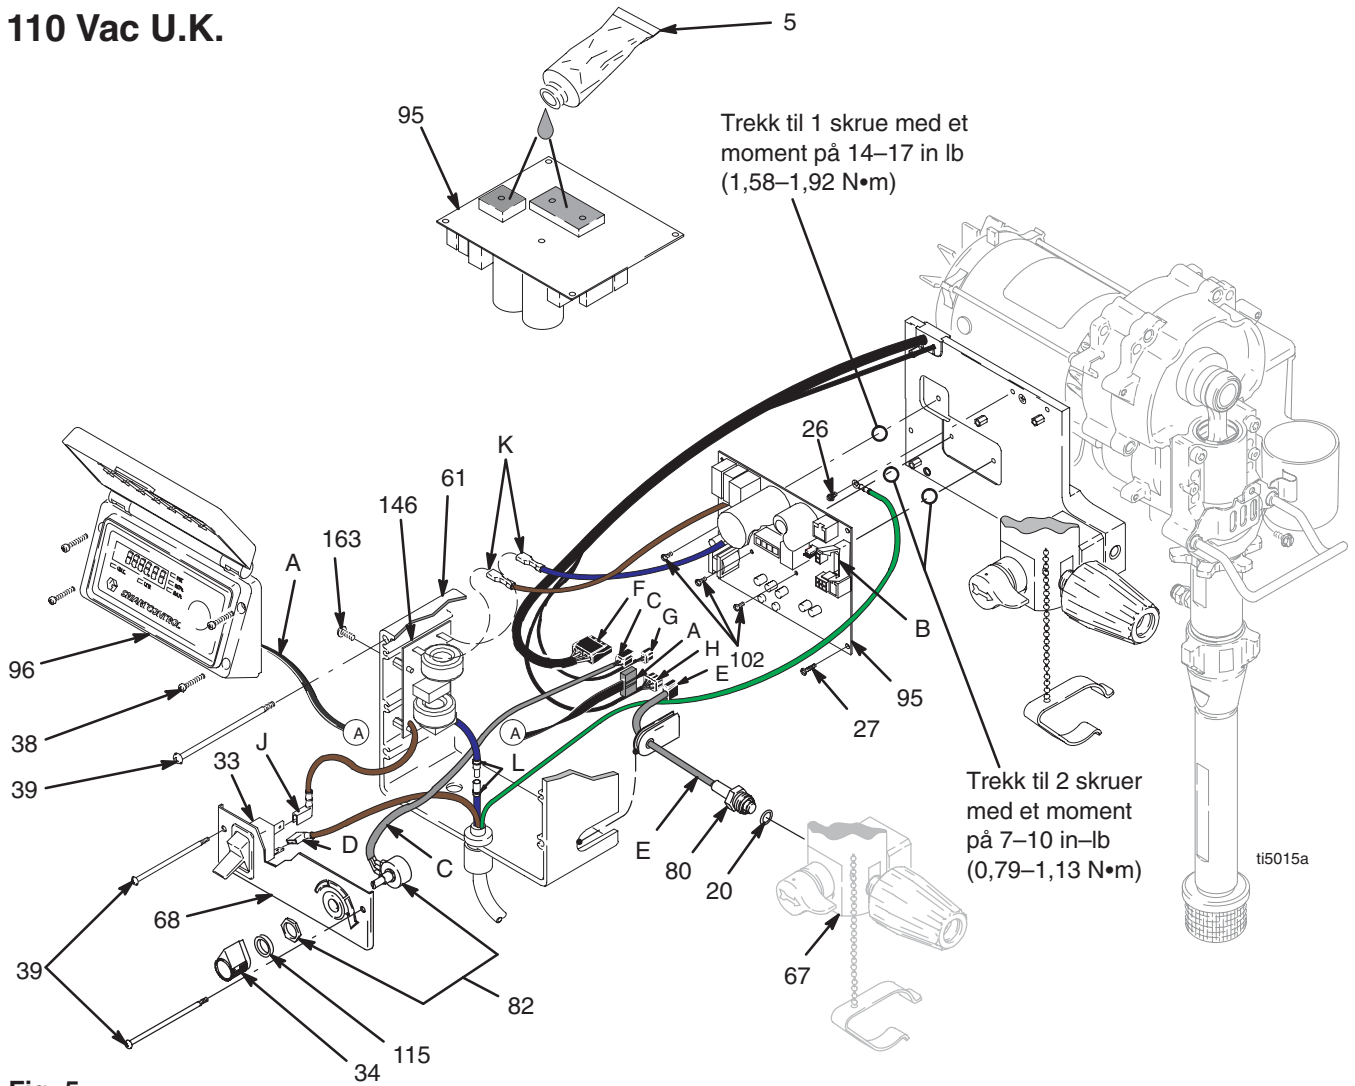

Fig. 5
2. Monter motorstyrekortet (95) med fem skruer (27) som trekkes til med et moment på 9–11 in-lb (1,02 – 1,24 N-m). Monter og trekk til tre skruer (102) med verdiene som er gitt i Fig 5.
4. Kople transduserkontakten (E) til motorstyrekortet.
5. Kople motorstyrekortets elektriske kontakter (K) til filterkortet (146).
6. Monter styreboks (61) med de to øverste skruene (39).
7. Kople filterkortets elektriske kontakter (J) og el-kabel kontaktene (D) til PÅ/AV-bryteren (33).
8. Kople potensiometerkontakten (C) til motorstyrekortet.
9. Monter kontrollpanelet (68) med to skruer (39).
10. Kople displaykontakten (A) til motorstyrekortet (95).
11. Monter dekslet (96) med fire skruer (38).
1. Fig. 5. Fjern fire skruer (38) og dekslet (96).
2. Ta displaykontakten (A) av motorstyrekortet (95).
3. Fjern de to nederste skruene (39). Ta potensiometerkontakten (C) av motorstyrekortet (95). Ta filterkortkontakten (J) og el-kabel kontakten (D) av PÅ/AV-bryteren (33). Fjern kontrolltavlen (68).
4. Ta motorstyrekortets elektriske kontakter (K) av filterkortet (146). Ta filterkontakten (L) av el-kabel kontakten (L).
5. Ta ut de to øverste skruene (39) og kontrollboksen (61).
6. Ta transduserkontakten (E) ut av motorstyrekortet.
8. Ta ut fem skruer (27), tre skruer (102) og fjern motorstyrekortet.
1. Fig. 5. Ha litt termisk kitt 110009 (5) på de skyggelagte områdene bak på motorstyrekortet (95).
2. Monter motorstyrekortet (95) med fem skruer (27) som trekkes til med et moment på 9–11 in-lb (1,02 – 1,24 N·m). Monter og trekk til tre skruer (102) med verdiene som er gitt i Fig 5.
5. Kople motorstyrekortets elektriske kontakter (K) til filterkortet (146). Kople filterkortet (L) til el-kabel kontakten (L).
7. Fig. 5. Kople filterkortets elektriske kontakt (J) og el-kabel kontakten (D) til PÅ/AV-bryteren (33).
5. Fjern fire skruer (163) fra filterkortet (146).
1. Fig. 5. Kople motorstyrekortets elektriske kontakter (K) til filterkortet (146). Kople filterkortets kontakt (L) til el-kabel kontakten (L).
2. Monter filterkortet (146) med fire skruer (163).
3. Fig. 5. Kople filterkortets elektriske kontakt (J) og el-kabel kontakten (D) til PÅ/AV-bryteren (33).
4. Kople potensiometerkontakten (C) på motorstyrekortet (95).
5. Monter kontrollpanelet (68) med to skruer (39).
6. Kople displaykontakten (A) til motorstyrekortet (95).
7. Monter dekslet (96) med fire skruer (38).